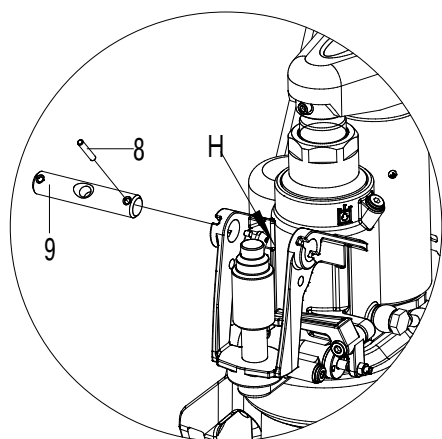
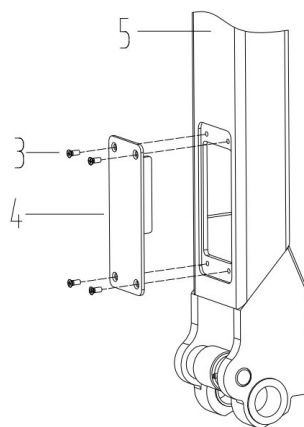
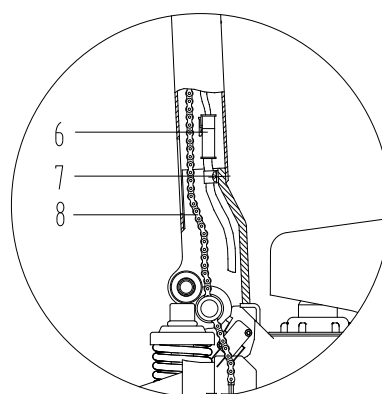
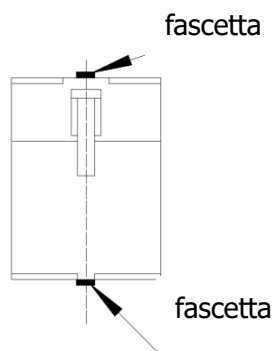

Figura 1
Figura 2
Figura 4
Figura 5
4.1 Vedere la Figura 1, staccare il perno 1 dal perno 2, quindi estrarre il perno 2.
4.2 Fare riferimento alla Figura 2, allentare la vite 3 e rimuovere il coperchio 4 dal gruppo maniglia 5.
4.3 Fare riferimento alle Figure 3 e 4, inserire il gruppo maniglia 5 (Figura 2) in A (Figura 1) e utilizzare il perno 2 per collegare il gruppo maniglia 5 al corpo della pompa 10. Passare la catena a maglie 8 attraverso il foro del perno 2. Regolare la maniglia in posizione orizzontale, rimuovere il perno 9 e conservarlo per la prossima volta. Collegare i fili del gruppo maniglia 5 alla carrozzeria dell'auto tramite il connettore 6 e serrarlo con una fascetta per rendere affidabile la connessione (vedere Figura 5). Quindi fissarlo al gruppo maniglia 5 tramite il fermaglio metallico 7 come mostrato nella Figura 4.
- Ruotare rapidamente la maniglia in posizione A o C per una frenata di emergenza (Figura 5). Il freno bloccherà la ruota per ottenere una frenata di emergenza.